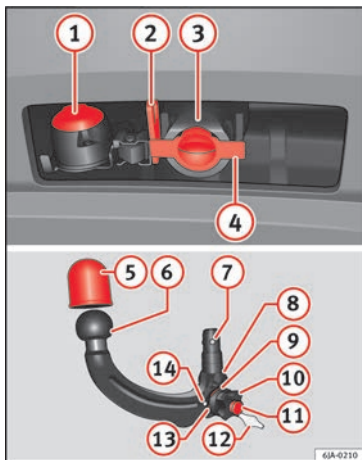

Abb. 194 Halterung der Anhängervorrichtung/
Legende zu » Abb. 194
- Ziehen Sie den Verschlussstopfen der Öffnung der Klemmbuchse (4) » Abb. 194 nach unten ab.